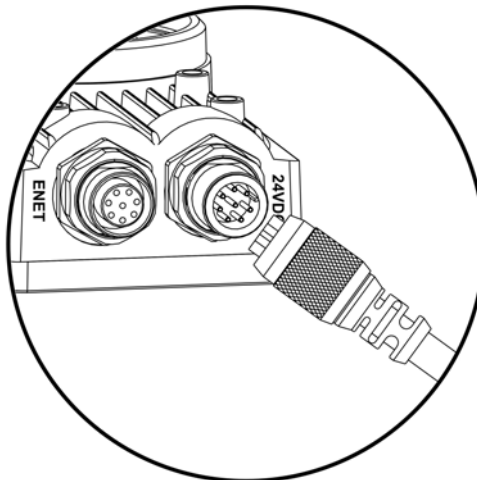

Figure 3-8 : Connexion du module d'extension d'E/S au capteur
5. Branchez le connecteur M12 du câble du module d'E/S sur le connecteur 24 Vc.c. du capteur (Figure 3-8).